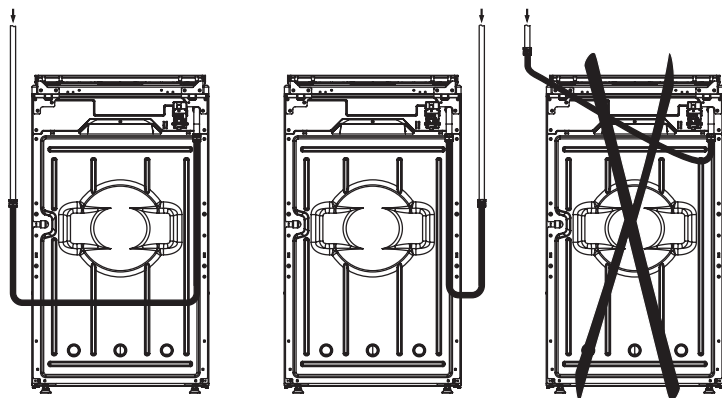

рис. 4
- гибкий соединительный рукав не должен проходить в зоне горячего воздуха дымохода и касаться задней стенки плиты (рис. 4);
Помните! После установки плиты на место обязательно проверьте положение гибкого шланга подвода газа и шнура питания (рис. 4). Они не должны проходить над дымоходом и касаться задней стенки плиты. Во время работы духовки там возникает высокая температура, которая может их повредить.